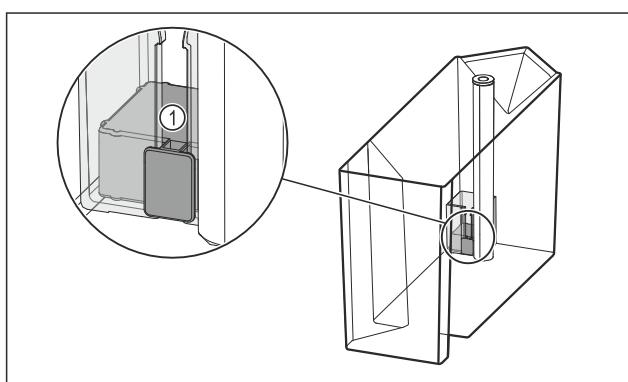

Fig. 98
- Проверете дали поплавъкът Fig. 98 (1) не се е заклешил.